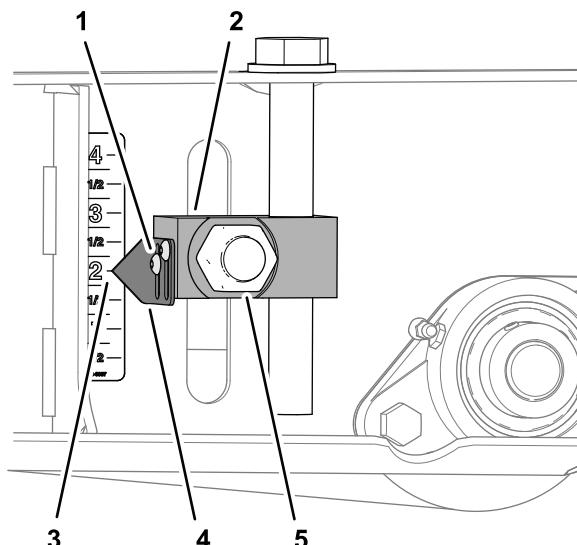

Bild 84
6. Lösen Sie die Innensechskantschrauben, mit denen die beiden Zeiger am Verstellblock befestigt sind, richten Sie die Zeiger auf die 2-Zoll-Markierung auf dem Aufkleber aus und ziehen Sie die Schrauben wieder fest (Bild 84).
7. Ziehen Sie die vier Muttern, mit denen die Schnitthöhenverstellungen (Bild 82 und Bild 84) an den vorderen und hinteren Rollen befestigt sind, auf ein Drehmoment von 322 bis 396 N·m an.